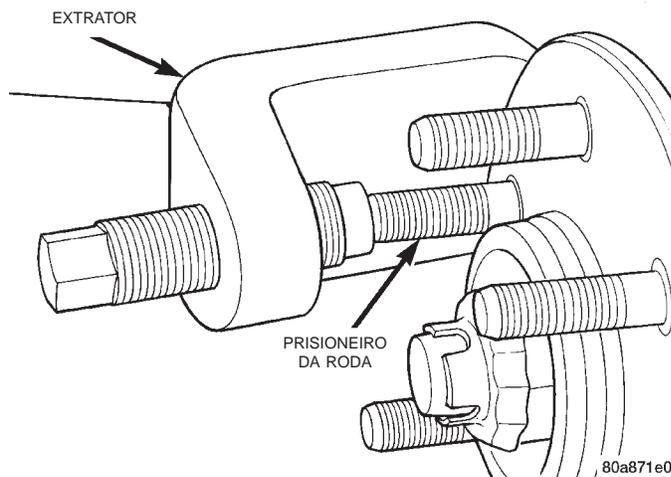

Fig. 19 Remoção do Prisioneiro da Roda
- (1) Levante e apóie o veículo.
- (2) Remova o conjunto de roda e pneu.
- (3) Remova a pinça e o rotor do freio. Consulte o Grupo 5, "Freios" para obter o procedimento.
- (4) Remova o prisioneiro do cubo com o Extrator C-4150A (Fig. 19).